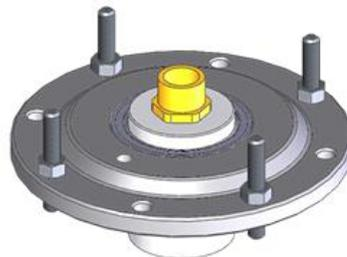

Figure 25 : adaptateur fileté en laiton
- Vissez l'adaptateur fileté en laiton approprié dans l'extrémité de l'arbre (Figure 25).